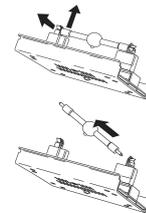

图 5: 拆下灯泡
- 3 看图 5, 把灯泡一端弹片扳开, 将灯泡一端从缺口方向取出。